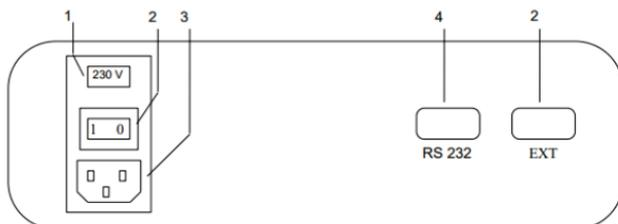

Figura 5.2 – Visão traseira do instrumento
2. Abra a tampa acima do plugue principal usando uma pequena chave de fenda sem força. Para fazer isso, insira a chave de fenda no pequeno recesso acima do indicador de tensão e gire levemente. (ver figura 5.2)
5. Insira o porta-fusível de modo que a tensão desejada seja legível (veja a figura 5.2).
A Figura 5.2 mostra os elementos explicados a seguir.
O soquete da interface serial (nº 4 na figura 5.2) é atribuído da seguinte forma: